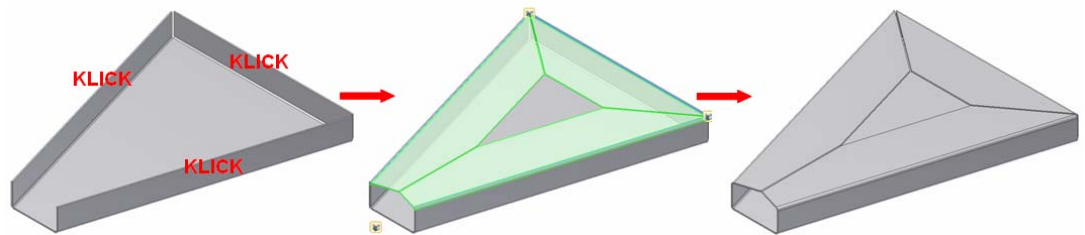

Bild 20: Auswahl mehrerer Kanten und automatische Erzeugung mehrerer Laschen (in einer Ebene) mit Gehrung der benachbarten Laschen (neu in Inventor 2009)
- Automatische Gehrung. Wenn mehrere Kanten (in einer Ebene) ausgewählt werden und diese Kanten aneinander angrenzen oder koinzident sind, kann Inventor optional eine automatische Gehrung der benachbarten Laschen oder Konturlaschen in Verbindung mit der Platzierung einer Freistellung erzeugen (Bild 20).